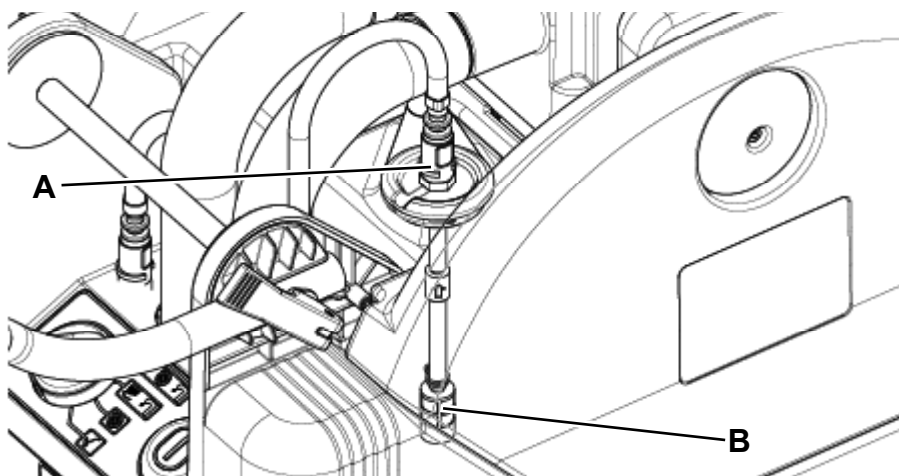

Figure 5
2. Vérifier que le câble d'alimentation (10) est débranché du réseau électrique.
3. Retirer le bouchon du tube d'immersion (A, Fig. 5), retirer avec soin le tube du réservoir et nettoyer le filtre (B) à l'eau.